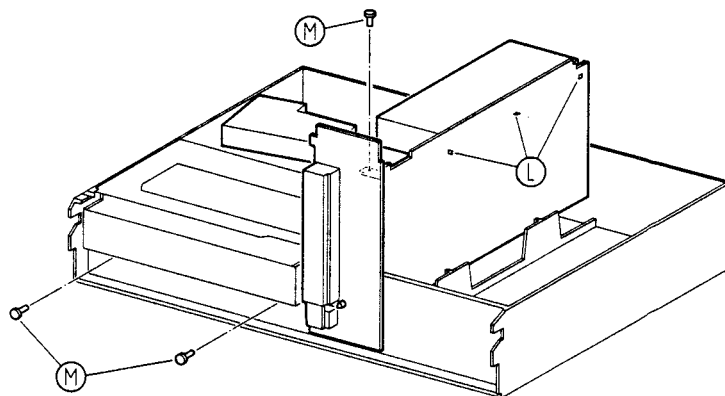

Fig. 5
- Chassisplatte ausbauen (Kap. 3) und gemäß Fig. 5 in die dafür vorgesehenen Aussparungen stecken.
- Bedieneinheit gemäß Fig. 5 positionieren.
- Remove the chassis panel (Para. 3) and referring to Fig. 5, insert it into the cut-outs provided.
- Position control unit as shown in Fig. 5.
- Befestigungslaschen (L) lösen und Tuner / Modulator-Einheit auslöten (Fig. 5).
- Schrauben (M) entfernen (Fig. 5) und gegebenenfalls Steckverbindungen zur Elektronik lösen (Kapitel 9).
- Loosen the mounting hooks (L) and unsolder the Tuner / Modulator unit (Fig. 5).
- Remove the screws (M) (Fig. 5) and the plug connectors to the electronics if necessary (Para. 9).